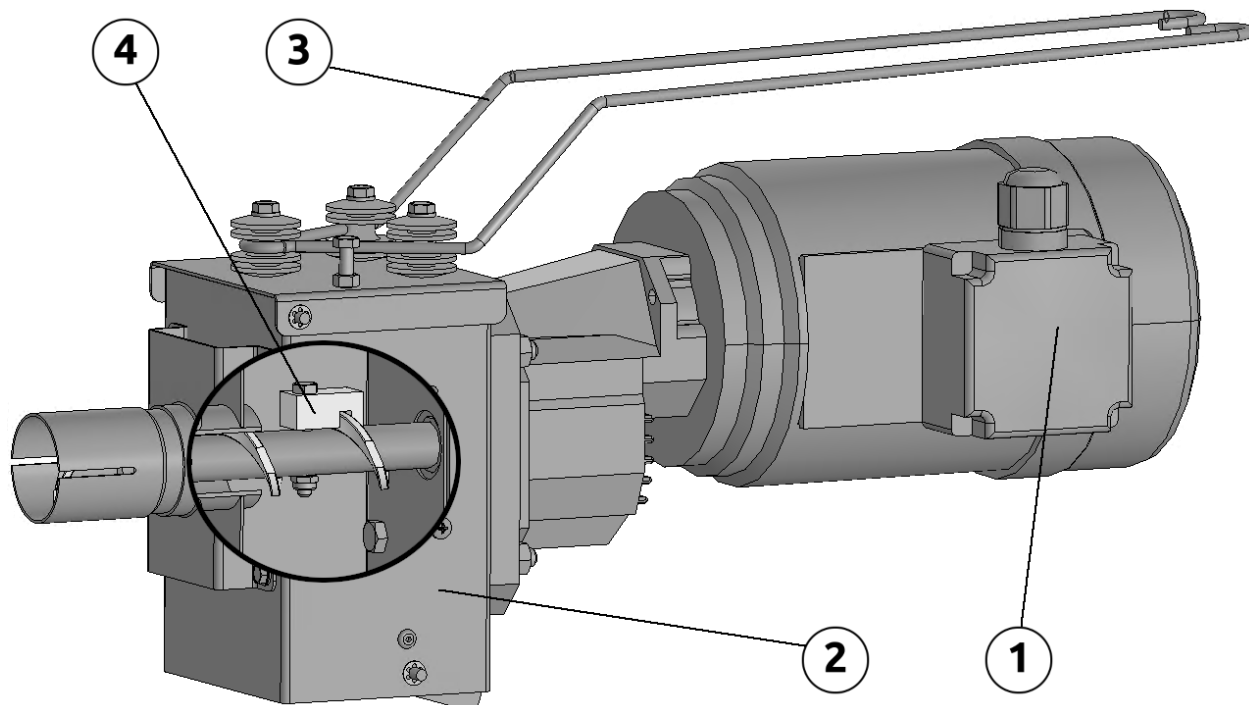

Рисунок 2.15
Приводной узел (рис. 2.15) состоит из корпуса (1) и подсоединенного к нему мотор-редуктора (2).
3. Зафиксировать конец спирали на валу мотор-редуктора зажимом (рис. 2.15 4). Оставить зазор от конца спирали до корпуса привода около 5 мм.